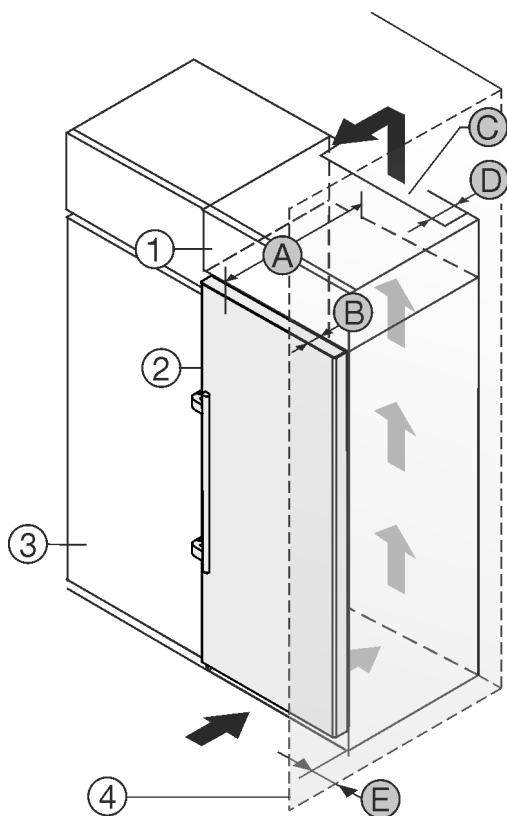

Fig. 24
Het apparaat kan in keukenkasten worden ingebouwd. Om het apparaat *Fig. 24 (2)* aan de hoogte van het keukenblok aan te passen, kan boven het apparaat een opzetkast *Fig. 24 (1)* worden aangebracht.
Het apparaat kan direct naast de keukenkast *Fig. 24 (3)* worden geplaatst. Om de deuren volledig te kunnen openen, moet het apparaat overeenkomstig de diepte *Fig. 24 (B)* t.o.v. het keukenkastfront uitsteken. Afhankelijk van de diepte van de keukenkast en het gebruik van de wandafstandhouders kan het apparaat verder uitsteken.
- Aan de achterzijde van de opzetkast moet een luchtafvoerkanal met de diepte *Fig. 24 (D)* over de volledige breedte van de opzetkast aanwezig zijn.
- Onder het plafond moet de ventilatiedoorsnede *Fig. 24 (C)* worden aangehouden.
Wanneer het apparaat met de scharnieren naast een wand *Fig. 24 (4)* wordt geplaatst, moet de afstand *Fig. 24 (E)* tussen apparaat en wand worden aangehouden. Dit komt overeen met de uitsteekmaat van de handgreep bij geopende deur.